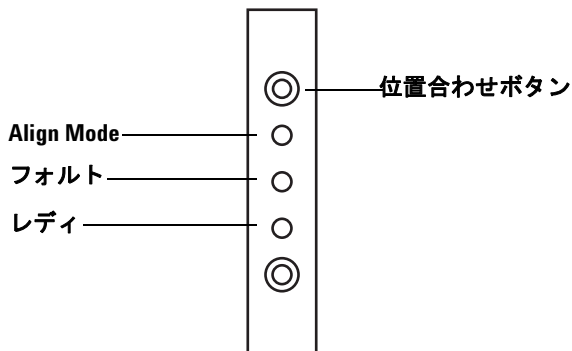

図 77 インジェクタの位置合わせ
- 4 細長い道具を使って、インジェクタライトの上にある、くぼんだ位置合わせボタンを押します。くぼんだ穴の中にあるボタンの後ろや周辺を触らないよう注意してください（図 77）。